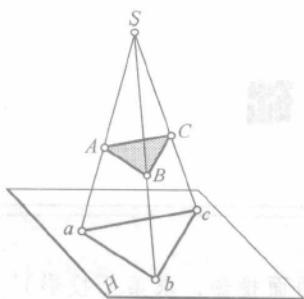

图 1-3 中心投影形成示意图
- 中心投影法：投射线交汇于一点的投影法称为中心投影法，如图 1-3 所示。
- 投影中心：投射线交汇点 S ，即所有投射线的起源点称为投影中心，如图 1-3 所示。